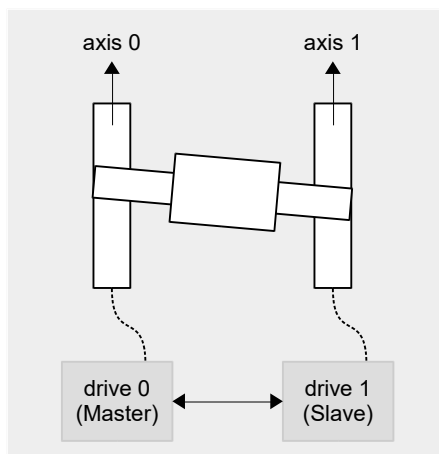

図 3.2.1
- A. 図 3.2.1 の左側のサーボドライバーに接続し、Pt00D = t.□□□1 に設定します (マスターとして定義します)。
- C. 図 3.2.1 の右側のサーボドライバーに接続し、Pt00D = t.□□□0 (スレーブとして定義) を設定します。